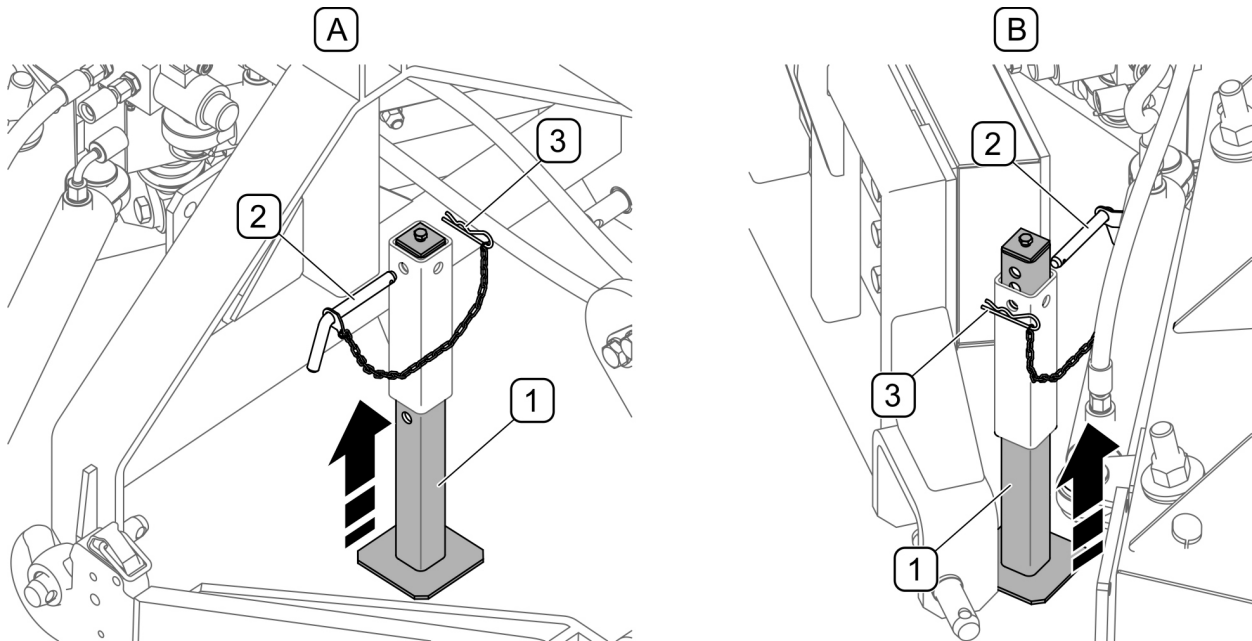

ABBILDUNG 4.4 Stützfuß
- Den Ausleger absenken und den Rahmen so nach unten drehen (A), dass sich die Befestigungspunkte am Schnellkupplungsrahmen unterhalb der Befestigungshaken am Pflug befinden;
- Den Ausleger (B) so anheben, dass sich die Befestigungspunkte in den Haken des Pfluges befinden und durch Steuern des Auslegers den Rahmen nach hinten bewegen (C), bis der Schnellkupplungsmechanismus einrastet;
- Den Stützfuß anheben (ABBILDUNG 4.4);
(1) - Stützfuß; (2) - Bolzen; (3) - Sicherungssplint
Während des Betriebs muss nach dem Aufhängen des Pflugs am Trägerfahrzeug der Stützfuß (1) in der Führung nach oben geschoben (ABBILDUNG 4.4) und mit Hilfe des Bolzens (2) arretiert und mit dem Federsplint (3) gesichert werden - betrifft nicht Pflüge mit einer EURO-SMS Aufhängung.